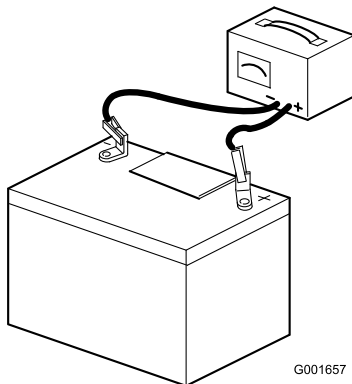

Bild 39
2. Schließen Sie ein 3- bis 4-A-Ladegerät an die Batteriepole an (Bild 39). Laden Sie die Batterie bei einer Rate von 3 bis 4 ampere vier bis acht Stunden lang auf.